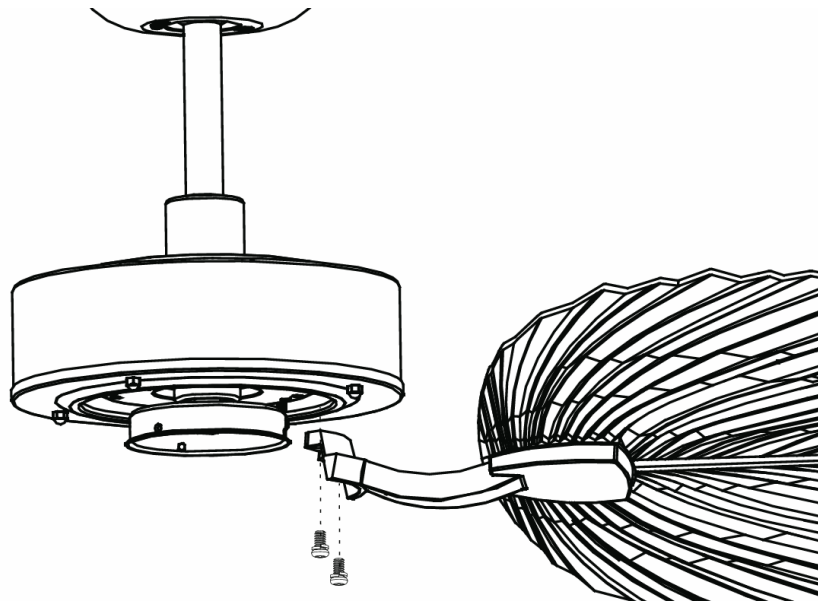

Abb. 5.2
2. Befestigen Sie die Ventilatorflügeleinheit an der Ventilatorbaugruppe, indem Sie die 2 Schrauben und Federscheiben festziehen. (Abb. 5.2)